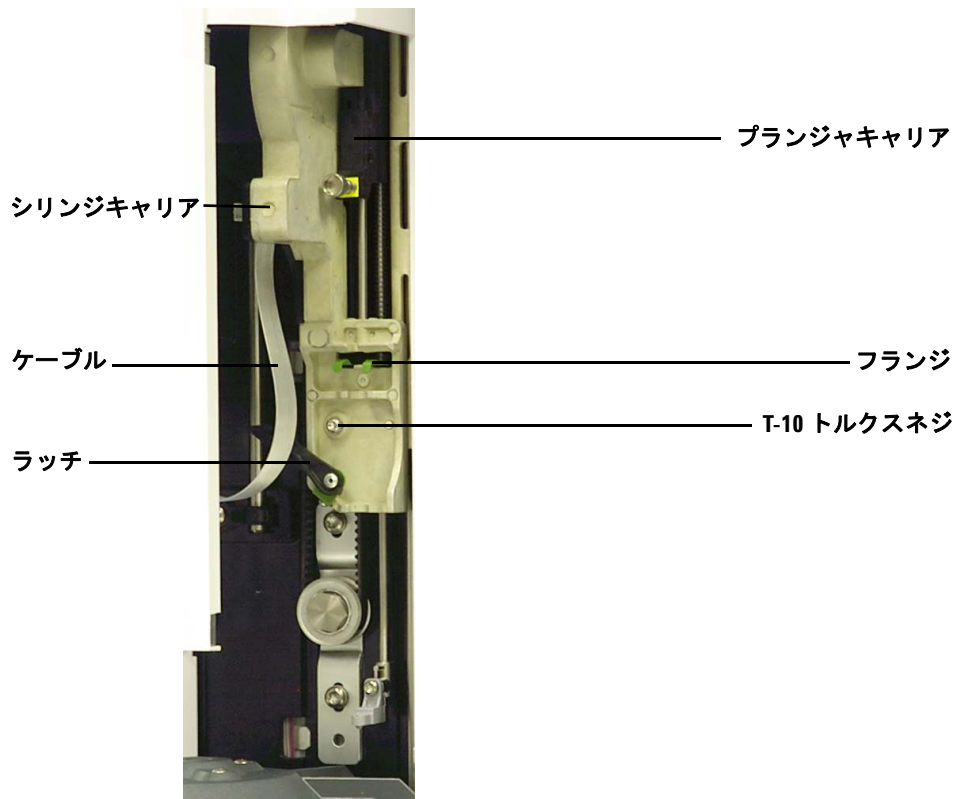

図 100 シリンジキャリアアセンブリの取り外し
- 5 シリンジキャリアアセンブリを一番上までスライドさせて、フランジと掛け金に手が届くようにします (図 100)。